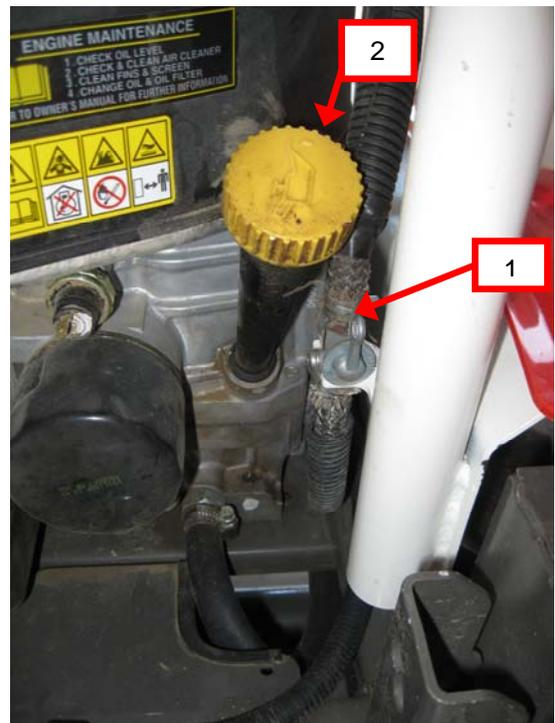

Figure 8
- La débroussailleuse RMK150 est équipée d'un robinet d'essence situé en dessous du filtre à air du moteur qui permet d'isoler le réservoir. Il alimente le moteur lorsqu'il est orienté dans le sens du tuyau, il est fermé lorsqu'il est orienté en travers (Figure 8, repère 1).